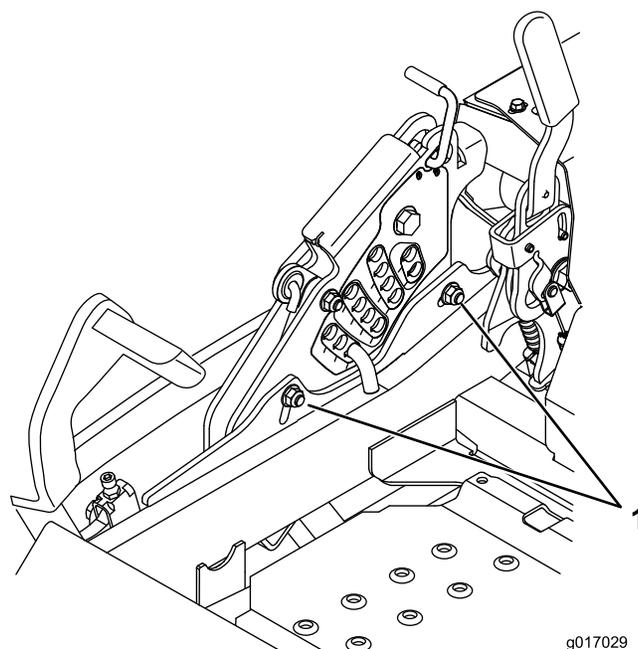

**Figura 86**
10. Mettete a punto il dado di regolazione sul gruppo di sollevamento del piatto di taglio anteriore ruotandolo (Figura 86).
16. Mettete a punto il dado di regolazione sul gruppo di sollevamento del piatto di taglio anteriore ruotandolo (Figura 86).